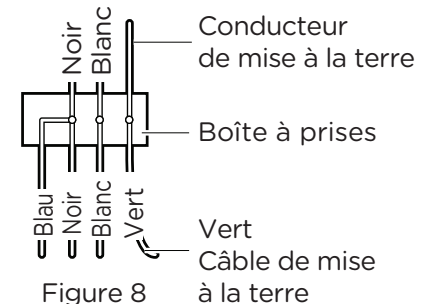

Figure 8
- Branchez le fil d'alimentation du ventilateur (noir) et le fil d'alimentation de la lampe (bleu) au fil noir de votre ménage comme l'illustre la figure 8. Ne branchez pas le fil bleu si l'ensemble d'éclairage n'est pas utilisé.
- Après avoir branché les fils, sécurisez les connecteurs (BB) avec du ruban électrique noir et écartez-les de sorte que les fils vert et blanc soient sur un côté de la boîte à prises, et les fils noir et bleu soient de l'autre côté. (C.-à-d., conducteur de mise à la terre sur un côté et les fils sous tension de l'autre côté.)
- Tournez les connecteurs (BB) vers le haut et poussez le câblage dans la boîte à prises.